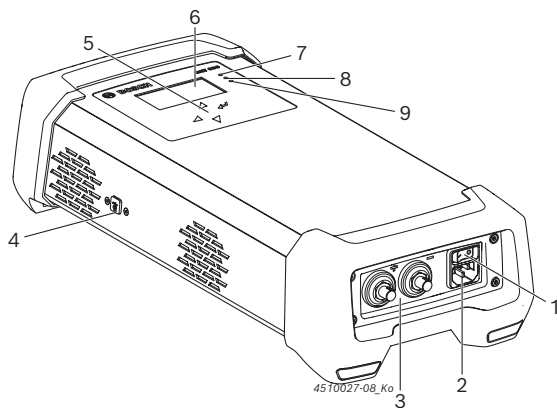

Fig. 1: Vedere frontală BAT 690
2. Porniți BAT 690 cu ajutorul întrerupătorului Pornit/Oprit (fig. 1, poz. 1).
- ⇒ LED-ul roșu (fig. 1, poz. 7) se aprinde în cazul în care bateria este conectată sau luminează intermitent dacă aceasta nu este conectată.